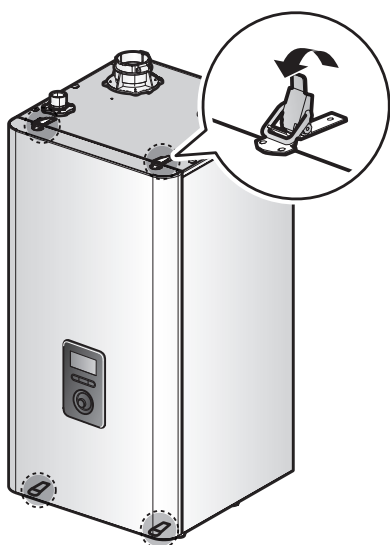

Figure 1. Couvercle avant des modèles NFC-H
2. Ouvrez les 4 crochets (2 dans le haut et 2 dans le bas) pour retirer le couvercle avant et accéder aux composants internes. Reportez-vous à la figure 1 représentant le couvercle avant de l'unité et les crochets.